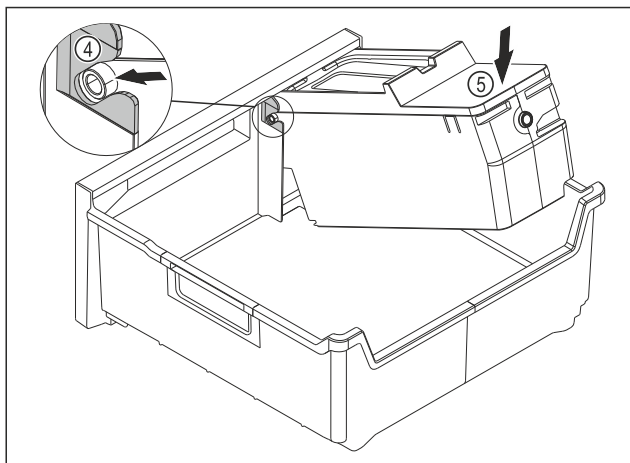

Fig. 109
- Montirajte glavni del EasyTwist-Ice: Osi glavnega dela EasyTwist-Ice potisnite v vodila Fig. 109 (4).
- Glavni del EasyTwist-Ice Fig. 109 (5) potisnite zadaj navzdol.